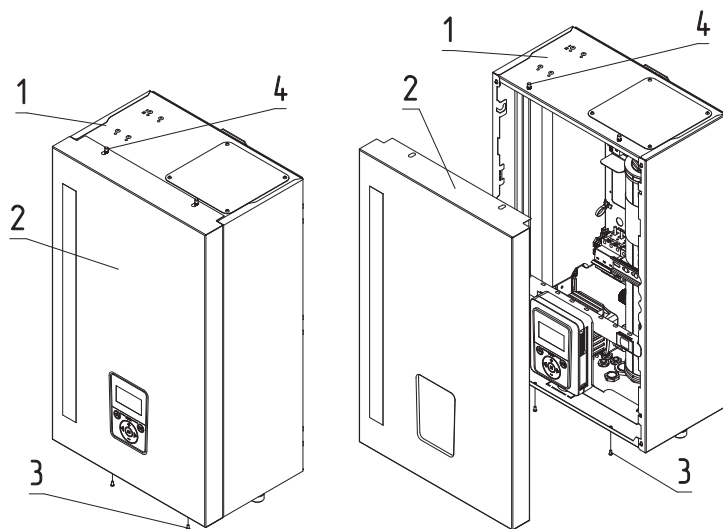

Рис.12 Снятие кожуха
- выкрутить болты крепления (Рис.12, поз.3);
- переместить кожух вверх, сняв с зацепов (Рис.12, поз.4);